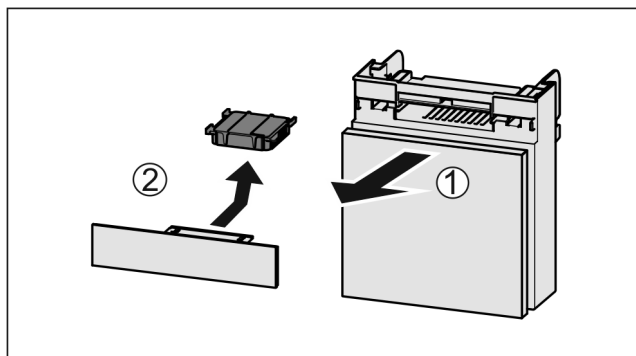

Fig. 140
- ▶ Zásuvku vytáhněte dopředu Fig. 140 (1).
- ▶ Filtr s aktivním uhlím vyjměte Fig. 140 (2).